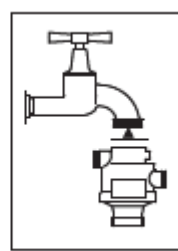

Bild 3
- Systemtrenner am Auslaufkugelhahn montieren (Bild 3).